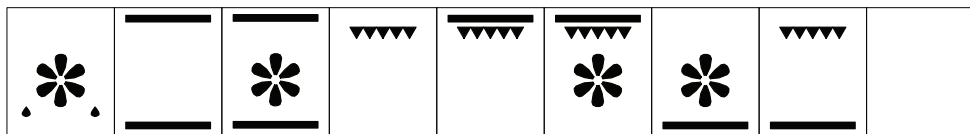

Imagen 5: Modo de funcionamiento del horno
- En el modo de espera, cambie las diferentes funciones girando sucesivamente el botón de programación ⑤, consulte el orden en la imagen 5. (No reciclable, la función horno recuerda la última operación)